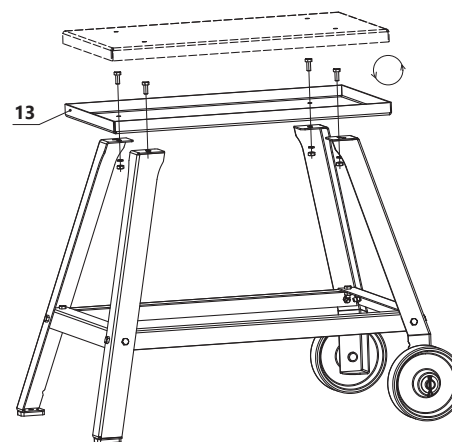

Рис. 2
- верхней столешницы БЕЛМАШ СТ (в сборе с БЕЛМАШ ПК) для свободной установки на ней деревообрабатывающих станков и другого малогабаритного перемещаемого оборудования (рис. 2).